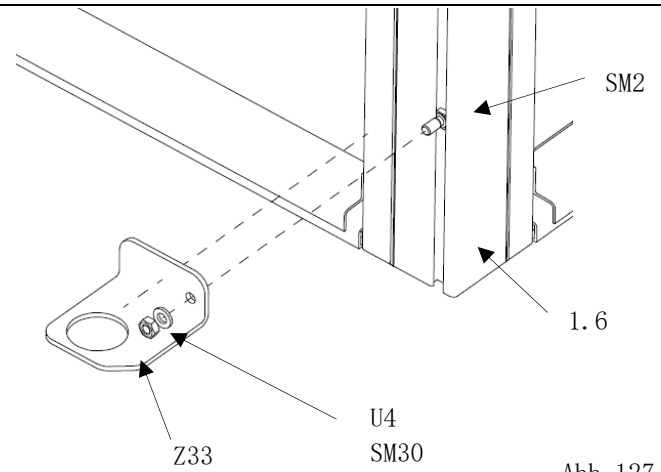

Abb. 127
- die Fallrohrhalter (**Pos. Z33**) werden mittels jeweils zwei U-Scheiben und Sechskantmuttern (**Pos. U4/SM30**) an den Randprofilen (**Pos. 1.6**) befestigt. (Abb. 127)